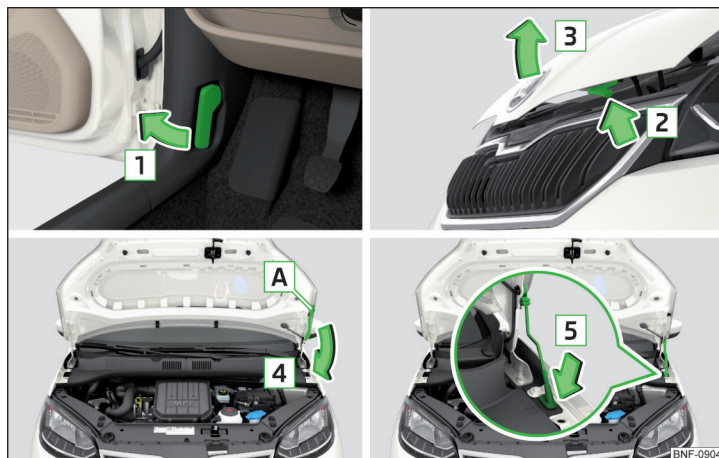

Fig. 138 Abrir el capó
- Abra la puerta delantera y tire de la palanca de desbloqueo ubicada debajo del tablero de instrumentos en el sentido de la flecha **1** » fig. 138.